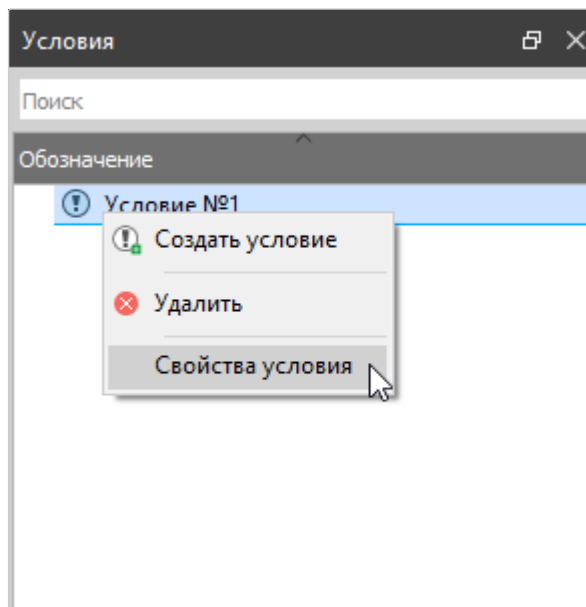

Рисунок 139. Переход к редактированию свойств условия
- 1) В плавающем окне «Условия» (см. Окно «Условия») щелкнуть правой кнопкой мыши по наименованию условия и в открывшемся контекстном меню выбрать пункт «Свойства условия» (см. рисунок 139).